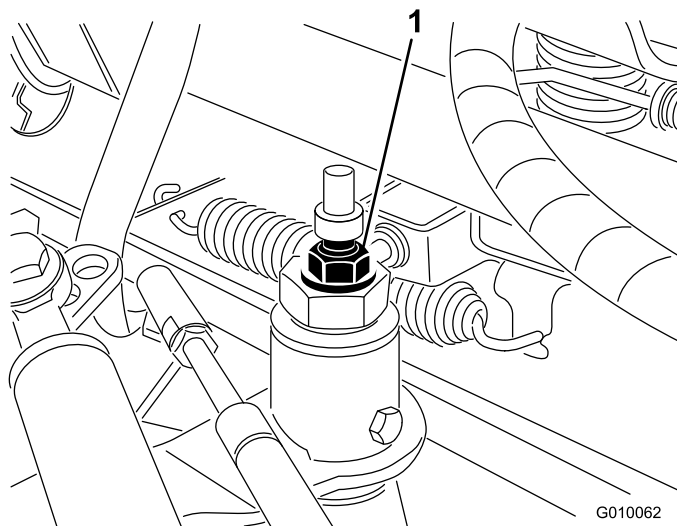

Figura 54
3. Desaperte a porca de bloqueio no excêntrico de tracção (Figura 54).